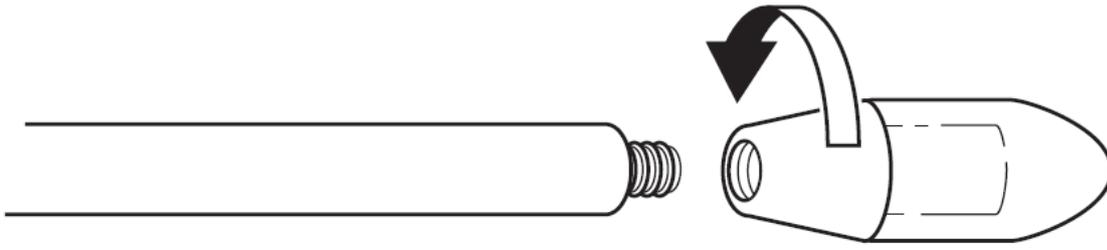

Figura 21. Enroscamiento completo de la punta en la varilla de tunelización.
2. Enrosque completamente la punta en la varilla de tunelización (Figura 21).